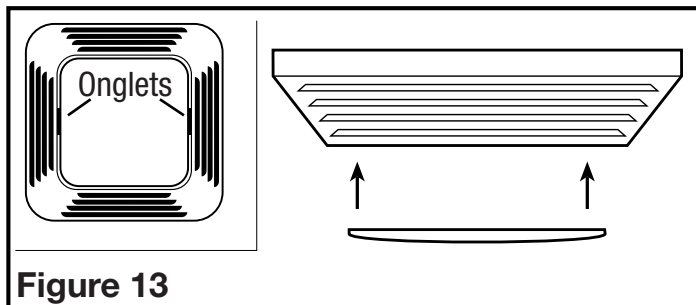

Figure 13
6. Réinstaller la lentille dans la grille (**Figure 13**).